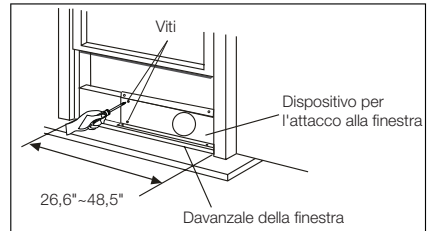
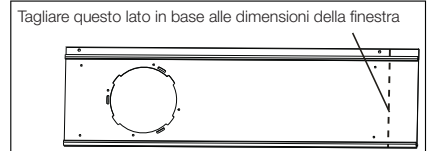
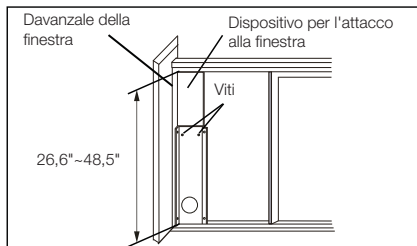

Fig. 13
Fig. 14
Fig. 19
2. Aprire il telaio scorrevole della finestra e posizionare il dispositivo per l'attacco alla finestra sul davanzale (fig. 13). Fissare il dispositivo per l'attacco alla finestra sul davanzale. Regolare la lunghezza del dispositivo per l'attacco alla finestra in base alla larghezza della finestra. Avvitare le due viti sul dispositivo per l'attacco alla finestra. Vedi fig. 13. Tagliare il dispositivo per l'attacco alla finestra se la larghezza della finestra dovesse essere minore di 67,5 cm (fig. 14).
- Aprire il telaio scorrevole della finestra e posizionare il dispositivo per l'attacco alla finestra sul davanzale. Vedi fig. 19. Fissare il dispositivo per l'attacco alla finestra sul davanzale. Regolare la lunghezza del dispositivo per l'attacco alla finestra in base all'altezza della finestra. Avvitare le due viti sul dispositivo per l'attacco alla finestra. Vedi fig. 19. Tagliare il dispositivo per l'attacco alla finestra se l'altezza della finestra dovesse essere minore di 67,5 cm (fig. 14).